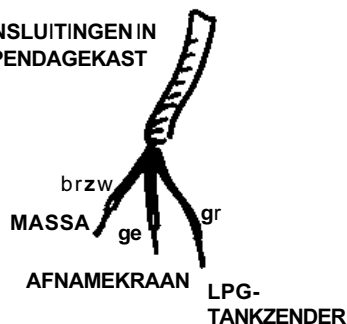

fig. 19.
17. **Appendagekast.** De 3-aderige kabelbundel met groene, gele en de bruin/zwarte draad met de afnameleiding mee naar de appendagekast leggen en aansluiten op de afnamekraan (geel), de tankzender (groen) en massa (bruin/zwart). Zie fig.19.